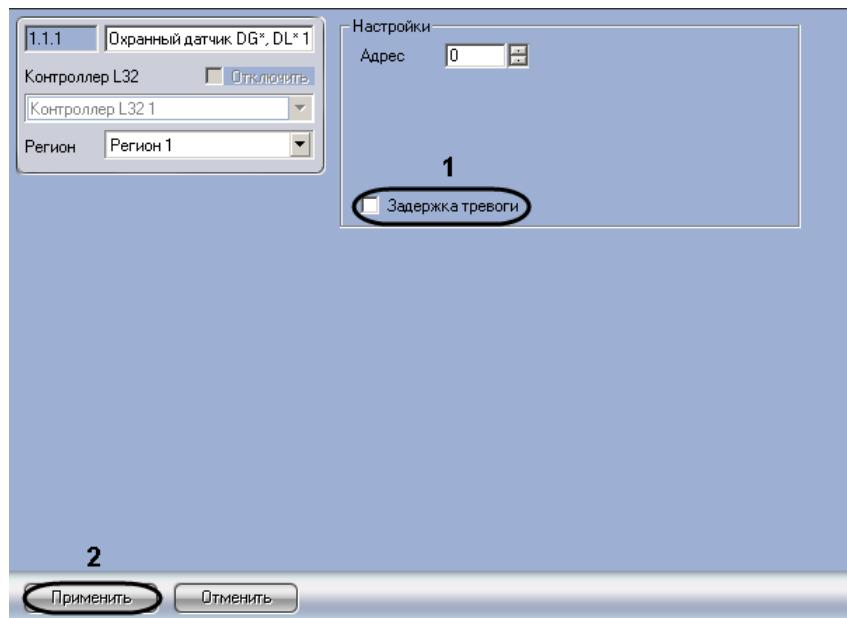

Рис. 3.3—11 Настройка Охраниного датчика DG*, DL*
2. В случае, если требуется инициировать тревогу в системе с задержкой, необходимо установить флажок **Задержка тревоги** (см. Рис. 3.3—11, 1).